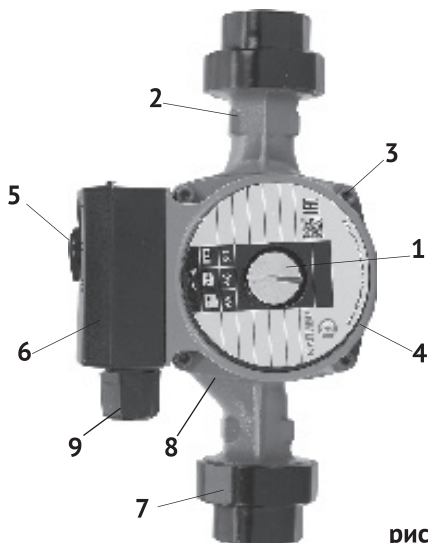
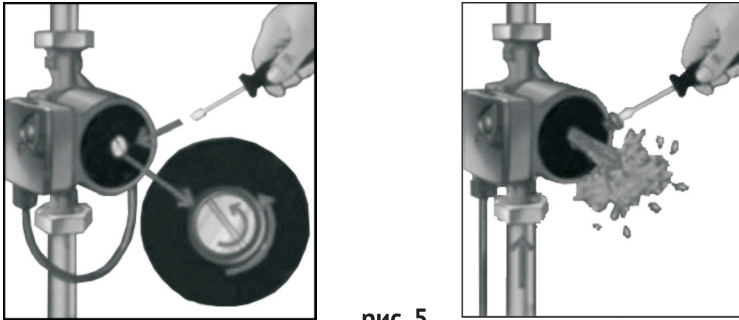

рис. 1
рис. 5
2.4 Общий вид насоса представлен на рис.1:
5.1 При первом включении насоса необходимо удалить остатки воздуха из системы. Для этого открутите винтовую пробку электродвигателя (рис.1 поз.1) и включив насос дайте ему поработать 30 секунд. В течение этого времени оставшийся в системе воздух вытеснится. После этого закрутить винтовую пробку на место, как показано на рис.5.
5.3 Выставьте минимальный режим (I) мощности переключателем (рис.1 поз.5) на клеммной коробке (рис.1 поз.6) и включите насос.